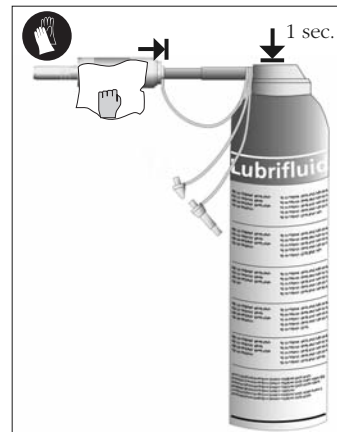

fig. 5
- Introduire l'embout de l'atomiseur dans l'arrière du manche de l'instrument. Actionner le spray durant 1 seconde fig. 5.